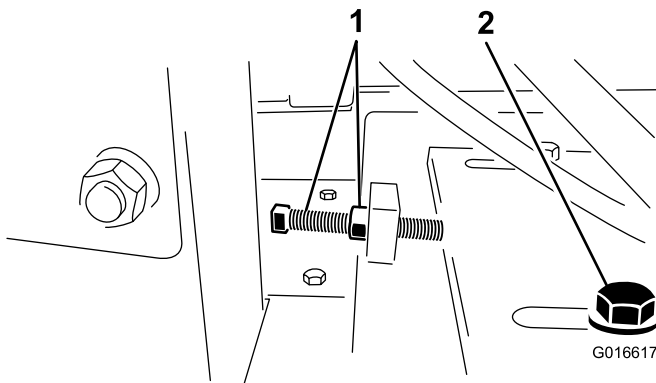

Figure 26
4. Desserrez le boulon de tension et l'écrou de blocage de la courroie (Figure 26).
4. Desserrez le boulon de tension et l'écrou de blocage de la ceinture, et faites glisser le moteur vers le carter du volant hacheur pour détendre la courroie (Figure 26).